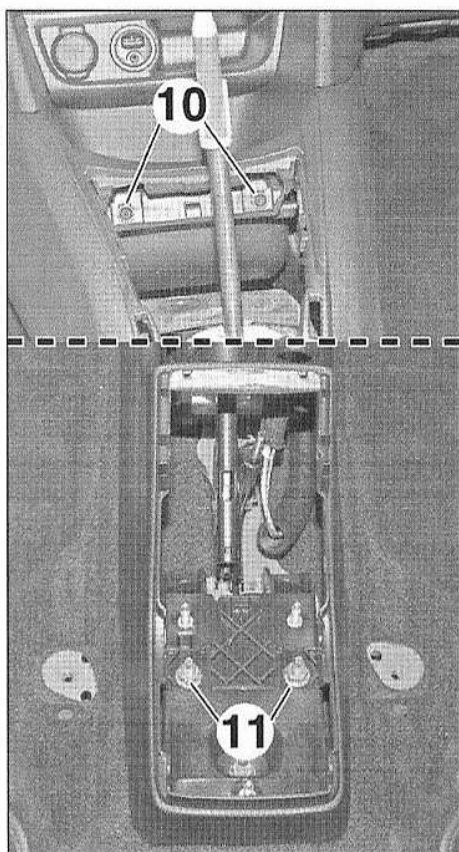

FIG.7
- Déposer (Fig.7) :
- les vis (10),
- les écrous (11).